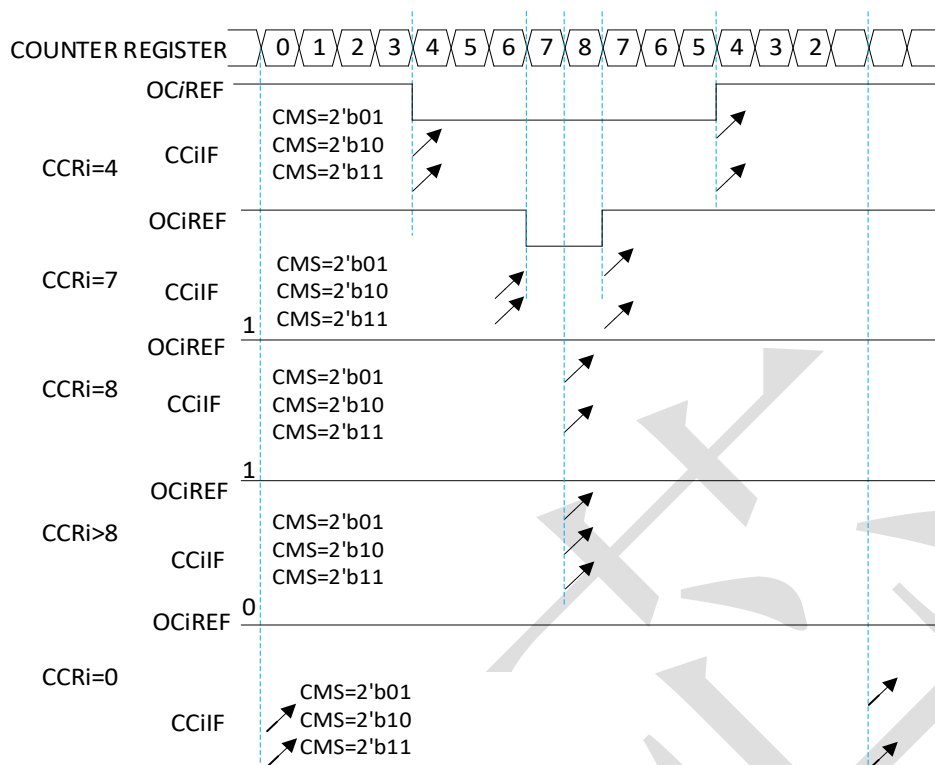

图 15-22 中央对齐模式 PWM (TIMx_ARR=8)
- 标志位在以下三种情况下被置位（以箭头形式在图 15-22 中标出）